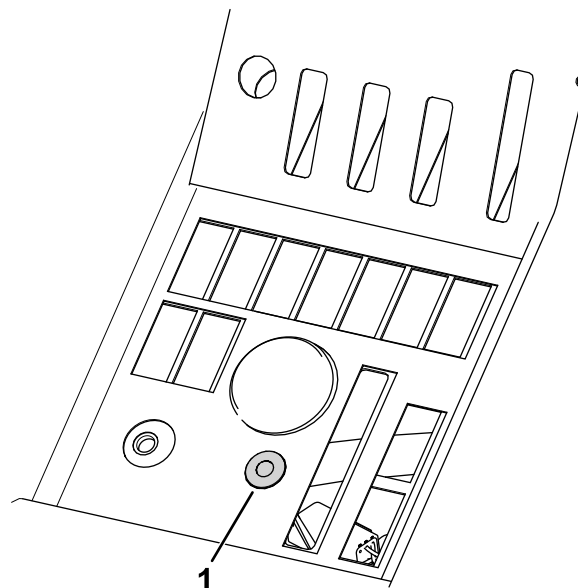

Figure 5
7. Retirez l'obturateur et insérez la diode dans le panneau de commande, comme montré à la Figure 5.